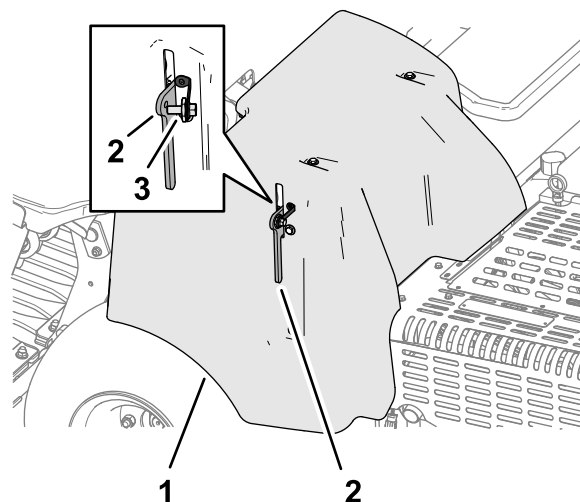

Figura 130
1. Dacă mâna dumneavoastră are urubul de blocare CE pentru capacul curelei, slăbiți urubul până când acesta se separă de elementul de blocare al capacului (Figura 130).